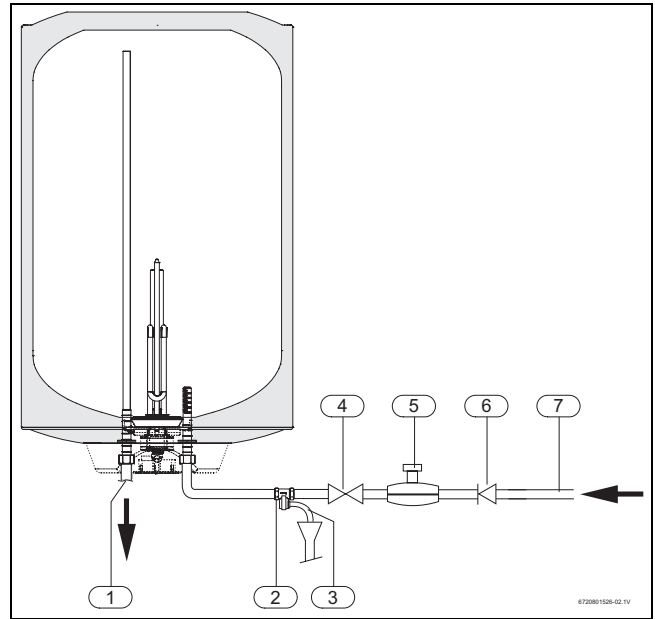

Рис. 8 Підведення води
- ▶ Встановіть запобіжний клапан на підключення для холодної води в бойлері (→ Рис. 8).
Якщо тиск води становить понад 80% максимального тиску бойлера (8 бар), тобто 6,4 бара, необхідно встановити редукційний клапан (→ Рис. 8).
Для зменшення неполадок, що виникають внаслідок раптового коливання тиску під час водопостачання, рекомендується встановити заздалегідь підключений редукційний клапан для відповідного бойлера. (→ Рис. 8, [7]).
- ▶ Закрийте запірний клапан для води (→ Рис. 8).